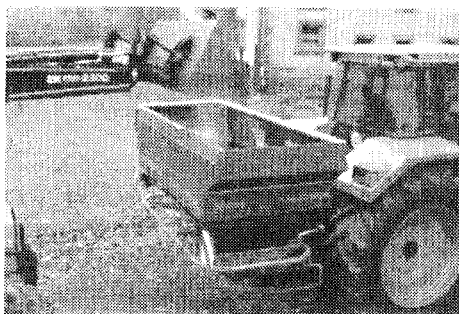

Fig. 11.9
11.6.2 Behållarförhöjning „L“ (Fig. 11.9)